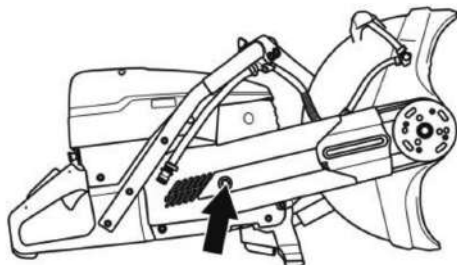

Рис. 56
4. Открутите винт кожуха ремня, снимите его, а затем и ремень со шкива двигателя (рис.56).